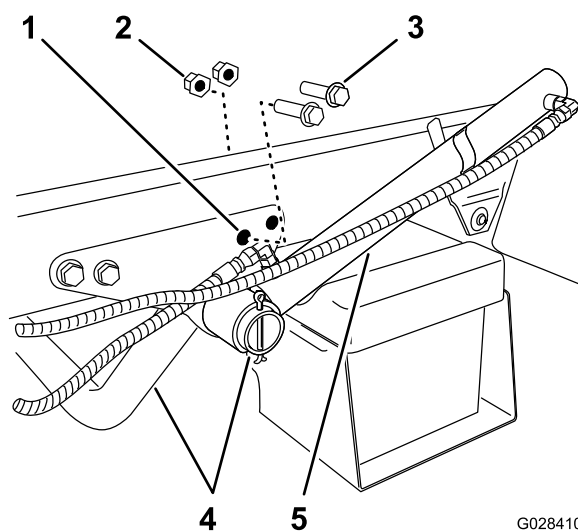

Figura 6
- Demontai cele 2 uruburi cu guler din spate i cele 2 contrapiuli cu guler care fixează suportul tubului motorului pe cadrul mainii (Figura 6).
2. Rotii cilindrul de ridicare pentru a crea spaiu pentru instalarea suportului de fixare pentru sania rezervorului (Figura 6).